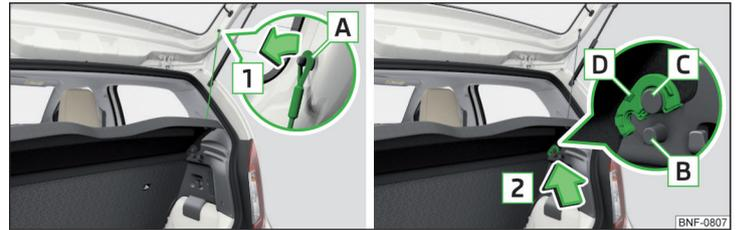

Abb. 81 Gepäckraumabdeckung herausnehmen
Sind die Haltebänder **A** » Abb. 81 an der Gepäckraumklappe eingehängt, dann wird beim Öffnen der Klappe die Gepäckraumabdeckung (nachstehend nur Abdeckung) mit angehoben.
» Die Abdeckung hochklappen und auf den beiden Seiten der Gepäckraumklappe in den Bolzen **B** verriegeln » Abb. 81.
» Die angehobene Abdeckung nach unten klappen. Die Abdeckung löst sich von den Bolzen **B** » Abb. 81.
- › Auf den beiden Seiten der Gepäckraumklappe die Haltebänder **A** in Pfeilrichtung **1** aushängen » Abb. 81.
- › Die Aufnahmen **D** an der Abdeckung über die Bolzen **C** stellen » Abb. 81.